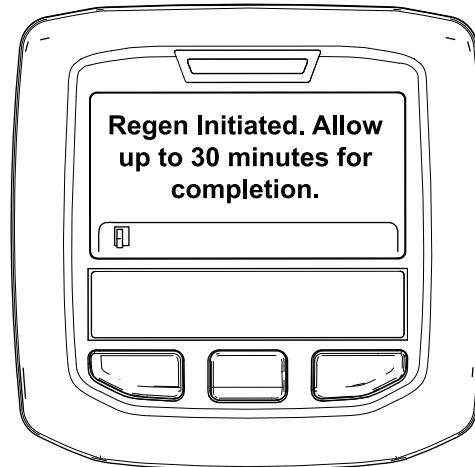

Рисунок 49
- Если регенерация разрешена, на дисплее инфо-центра появится сообщение «Regen Initiated. Allow up to 30 minutes for completion» («Регенерация запущена. Подождите 30 минут до завершения»). При появлении этого сообщения на дисплее инфо-центра подождите, пока машина не выполнит полный процесс регенерации с парковкой (Рисунок 49).